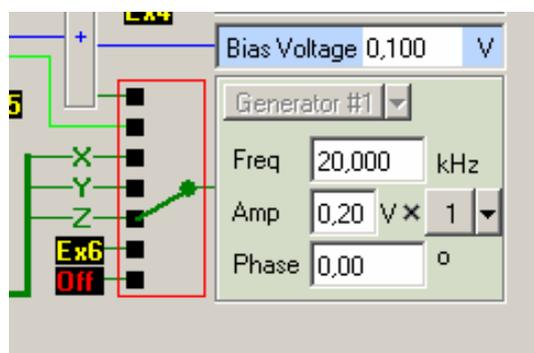

Рис. 10-34
3. На схеме прибора подключите выход генератора к Z-обкладке сканера (Рис. 10-34).